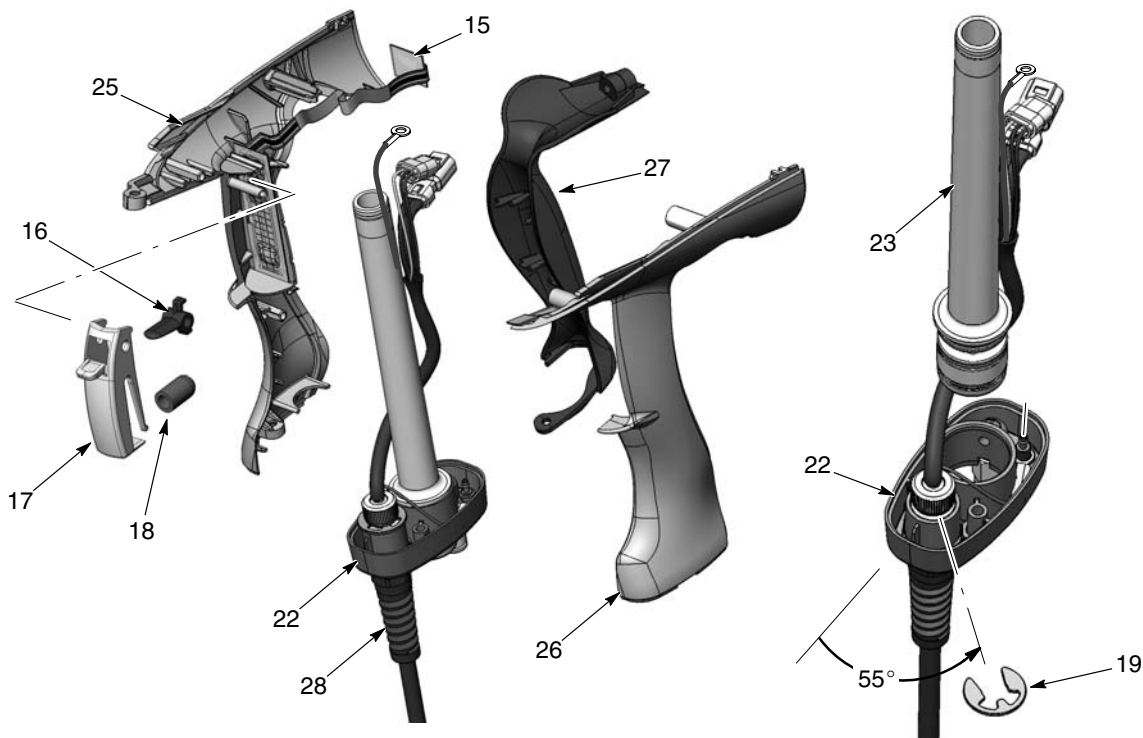
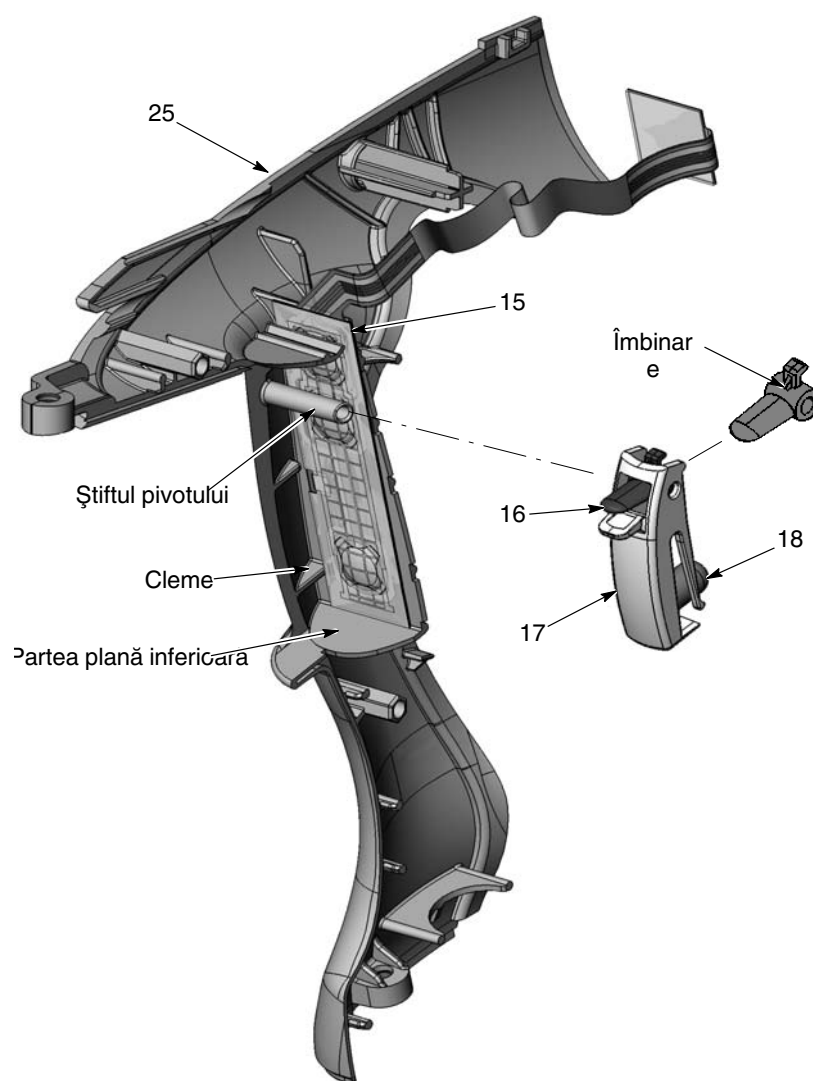

Figura 5-9 Dezasamblarea completă a pistolului
Figura 5-10 Comutatorul declanșator și soclul comutatorului
13. A se vedea Figura 5-9. Separați mânerul drept de cel stâng (25, 26).
1. A se vedea Figura 5-9. Treceți cablul (28) prin baza mânerului (22) și asigurați-l de bază cu ajutorul inelului de fixare (19). Poziționați inelul de fixare sub unghiul prezentat.
2. Montați tubul de alimentare cu inelele montate (23) în baza mânerului (22).
3. A se vedea Figura 5-10. Dacă a fost scos, montați comutatorul declanșat (15) pe montura plană a jumătății din partea dreaptă a mânerului (25), deasupra clemelor și a părții plane inferioare. Apăsăți comutatorul cu fermitate pentru a-l asigura în poziție.
4. Montați elementul de acționare (18) pe bosajul declanșatorului principal (17). Notați orientarea îmbinării declanșatorului setărilor (16), apoi inserați-l în declanșatorul principal. Aliniați găurile pivotului în declanșatoare, apoi glisați declanșatoarele pe știftul pivotului declanșatorului de pe jumătatea din dreapta a mânerului.